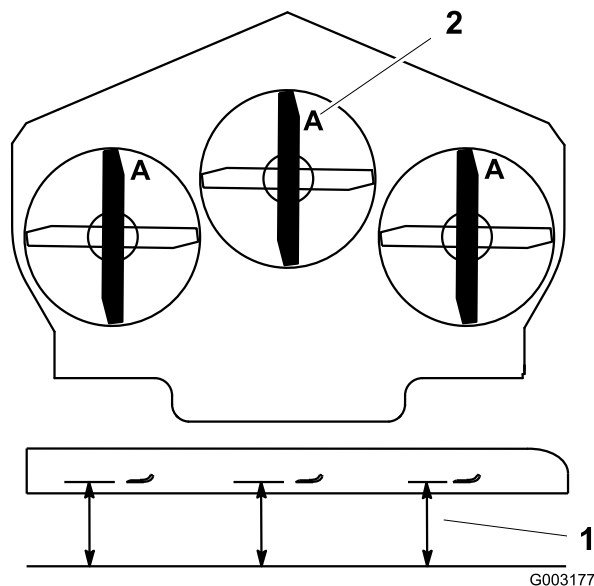

Figure 83
3. Tournez les lames dans le sens longitudinal (Figure 83). Mesurez la distance entre la surface plane et le tranchant (position A) des lames (Figure 83). Notez cette valeur.